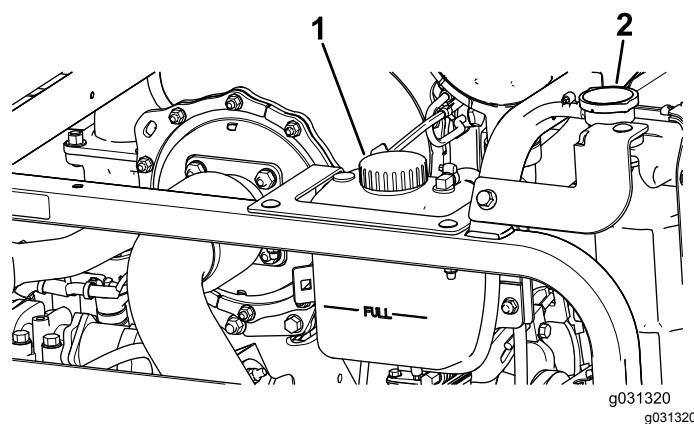

図 116
- ラジエーターと補助タンクのふたを注意深く開ける 図 116。
- ラジエーター内部の液量を点検する 図 116。